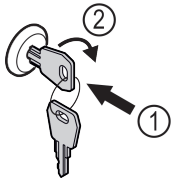

Fig. 125
- ▶ Вдавити ключ Fig. 125 (1).
- ▶ Повернути ключ на 90° за годинниковою стрілкою Fig. 125 (2).